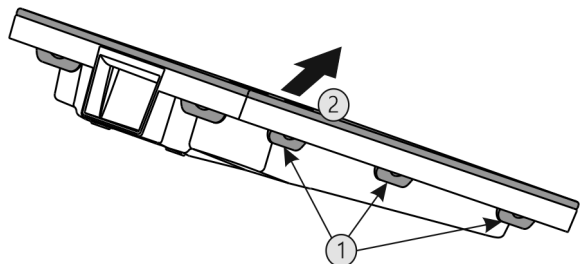

Fig. 49
- ▶ Stlačte za sebou všechny západky Fig. 49 (1) a sejměte kryt Fig. 49 (2).